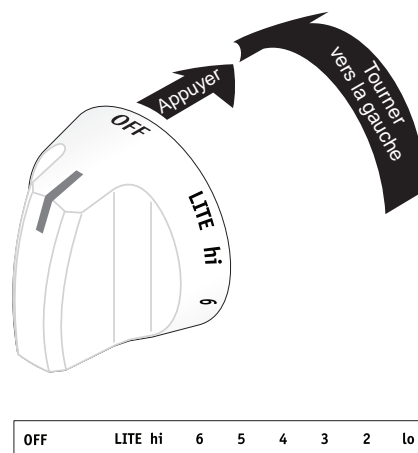

Fig. 1
2. Appuyez sur le bouton de commande du brûleur de surface désiré et tournez-le **vers la gauche** pour le dégager de la position « OFF » (Arrêt) (fig. 1).